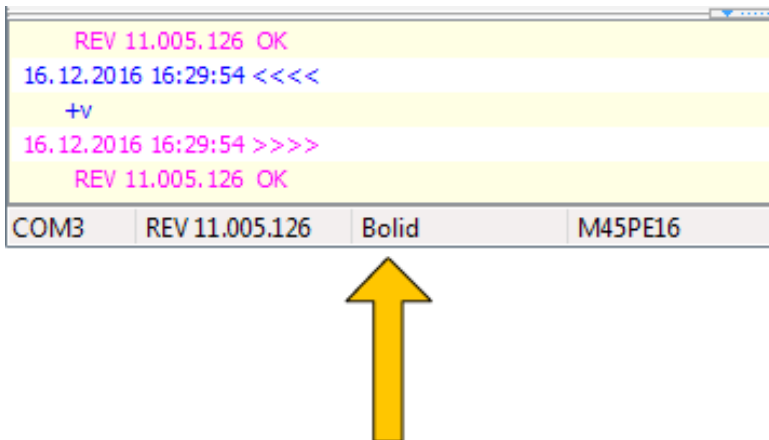

Рисунок 13. Версия ФПО панели
2. Версия встроенного ФПО панели «Контакт GSM-5-RT3» должна соответствовать подключаемому оборудованию. Тип ФПО панели указан на упаковке и в программе настройки (в нижней части окна программы должна быть надпись «Bolid»³, рис. 13).